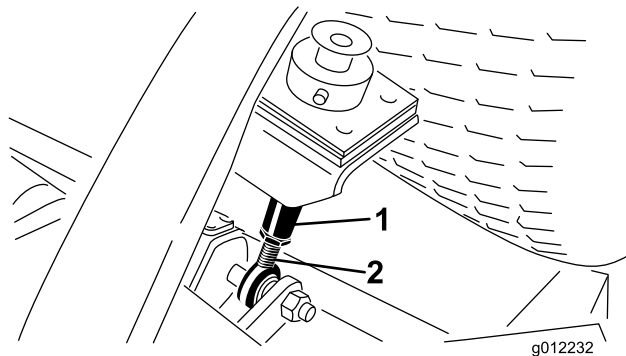

Figura 19
6. Desaperte as porcas de retenção na parte inferior das barras da altura de corte (Figura 19).